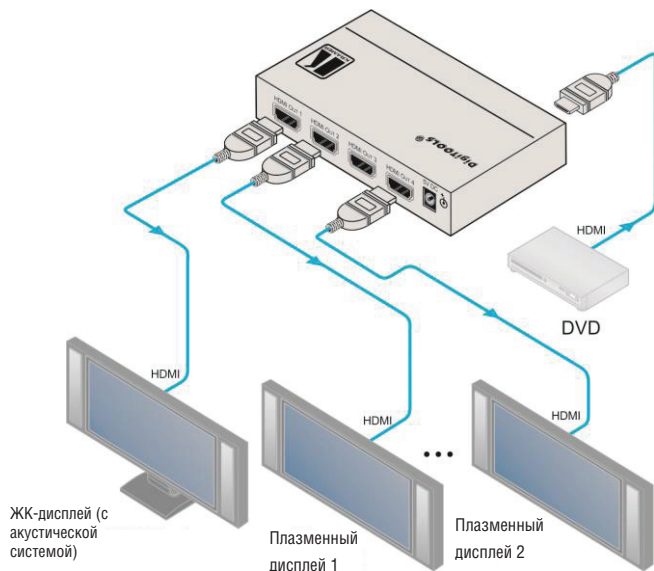

Рис. 2. Подключение усилителя-распределителя 1:4 сигнала HDMI VM-4HN
Чтобы подсоединить прибор **VM-4HN** в соответствии с примером, изображенным на рис. 2:
3. Подсоедините сетевой адаптер на 5 В постоянного тока к устройству и к электросети (на рис. 2 не показано).